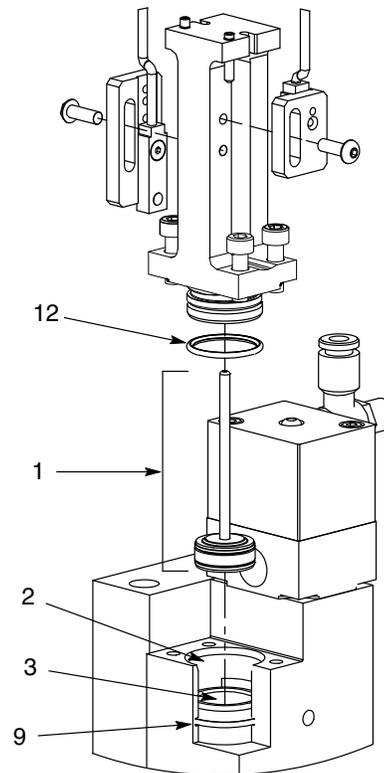

Abb. 9 Kolbensatz
**HINWEIS:** Der Dosierkolben enthält Pos. 1 und 12. Die Kolbenbuchse enthält Pos. 3, 8, 10 und 12. Der Dosierstempel enthält Pos. 7 und 8. Die Pos. sind in Abb. 9 und 10 dargestellt.
2. Die Kolbenstange (1) greifen und den Dosierkolben gerade aus der Pistole ziehen.
3. Alles Material von der Kolbenkammer (2) abwischen und die Buchsenbohrung (3) reinigen, um den Zustand der Bohrung inspizieren zu können.
4. Wenn die Bohrung (3) stark verkratzt ist, ersetzen. Wenn nicht, weiter mit Schritt 12..
5. Einstellerkappe (5) durch Abnehmen der 2 Schrauben (6) abnehmen.
6. Dosierstempel (7) durch Herausdrücken von der Kolbenseite her am Boden abnehmen.
7. Kolbenbuchse (3) durch Ausführen aller Schritte im Abschnitt *Kolbenbuchse* auf Seite 14 abnehmen.
8. Bohrung (4) und O-Ring-Nuten (9) reinigen.
9. Bohrung (4) und O-Ring-Nuten (9) mit TFE-Fett fetten.
10. Die O-Ringe (8 und 10), die neue Kolbenbuchse und den Dosierstempel (7) installieren.